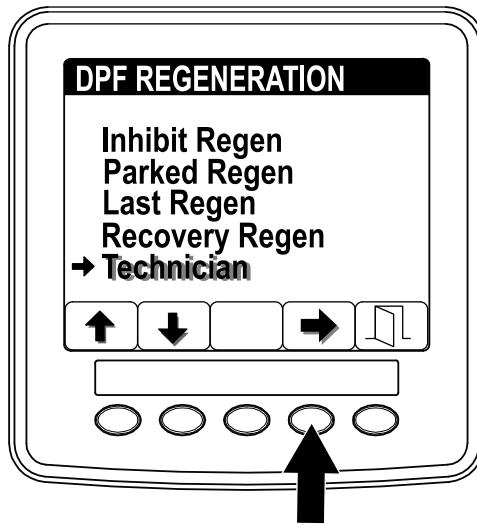

Рисунок 38
1. Перейдите к меню DPF Regeneration (Регенерация DPF) и нажмите кнопку 1 или 2 для прокрутки вниз к опции TECHNICIAN (ТЕХНИК) (Рисунок 38).
2. Нажмите кнопку 4 для выбора позиции Technician (Техник) (Рисунок 38).